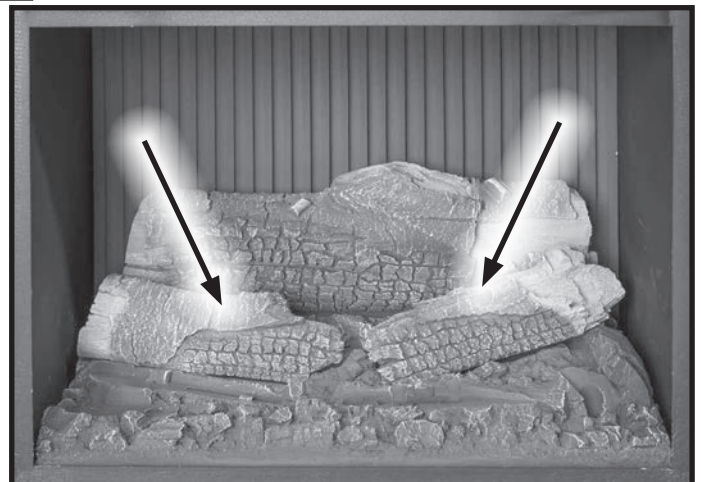

Figure 40. Arrieres bûches
4. Ensuite, installez les deux grands bûches qui sont plat en-dessous dans le milieu du lit d'embres comme indiqué sur la Figure 40.